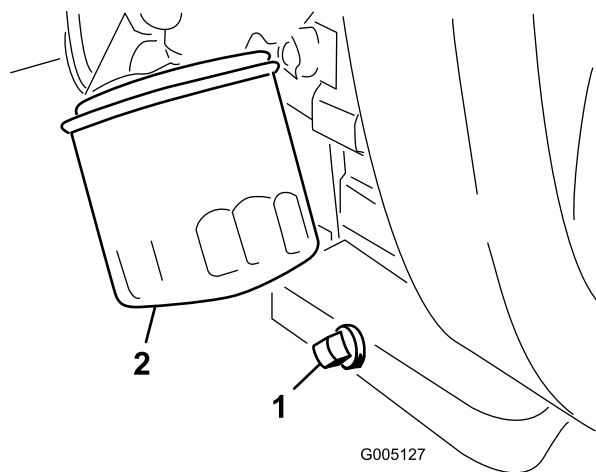

図 41
- ドレンプラグのねじ山をきれいにし、PTFE シーラントを巻き付ける 図 41。
- オイルフィルタ 図 41 を外す。
- ドレンプラグ 図 41 を外してオイルを容器に受ける。